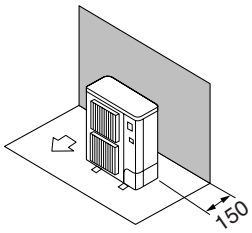

Fig. 2-2
- ① Yalnızca arkadaki engeller (Fig. 2-2)